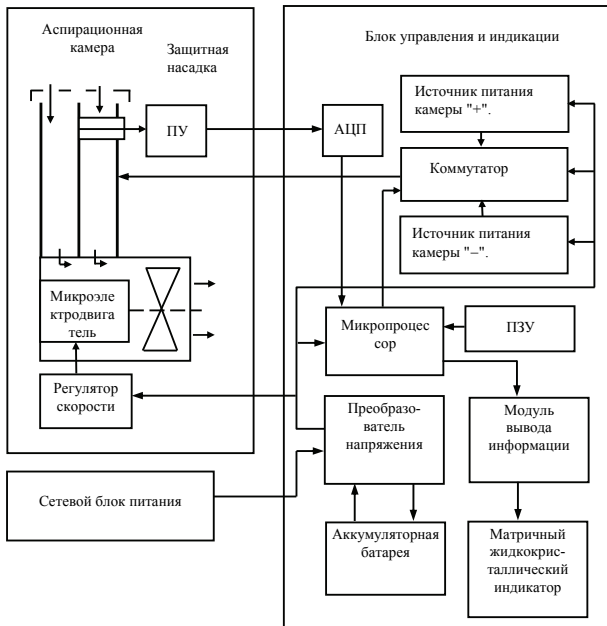

Рисунок 2. Функциональная схема счетчика.
электрод установлен в камере на двух изоляторах из фторопласта. Обратная связь, предусмотренная в ПУ, поддерживает нулевой потенциал на собирающем электроде (см. рисунок 2).
1.4.5. С выхода преусилителя сигнал поступает на вход амплитудно-цифрового преобразователя (АЦП), и далее обрабатывается микропроцессором (см. рисунок 2). По выбору пользователя могут быть установлены режимы работы непрерывного измерения концентрации как положительных, так и отрицательных аэроионов. Кроме того, предусмотрены режимы, позволяющие контролировать напряжение на аккумуляторе и микроэлектродвигателе вентилятора, отслеживать работу амплитудно-цифрового преобразователя и измерительного канала счетчика аэроионов.